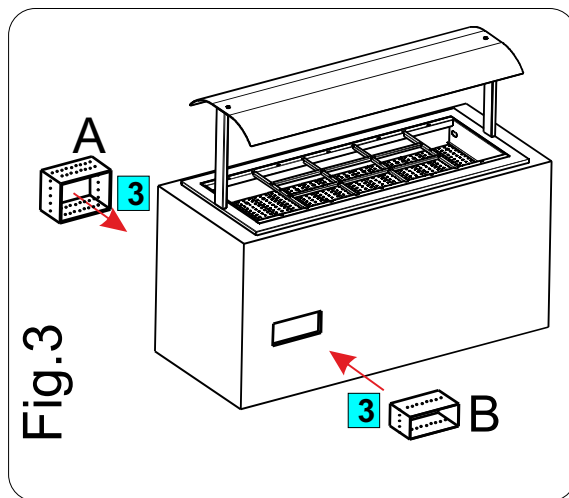

Fig.3
2. CREATE TWO CONVEYORS (A) AND (B) BETWEEN THE DROP-IN AND THE STRUCTUR / FURNITURE FOR PROPER AIR CIRCULATION. SEE FIG 3.
- 2- Bauen Sie 2 Konveyors (A) und (B) zwischen der Einbauwanne und der Moebelstruktur fuer eine korrekte Luftzirkulation siehe Abbildung 3